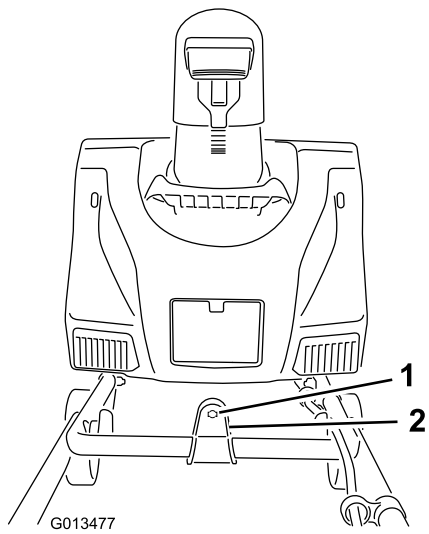

Figure 4
2. Insérez l'extrémité de la tige d'orientation de l'éjecteur dans le trou de clavette du support qui est fixé sur le haut de la partie inférieure du guidon (Figure 4).